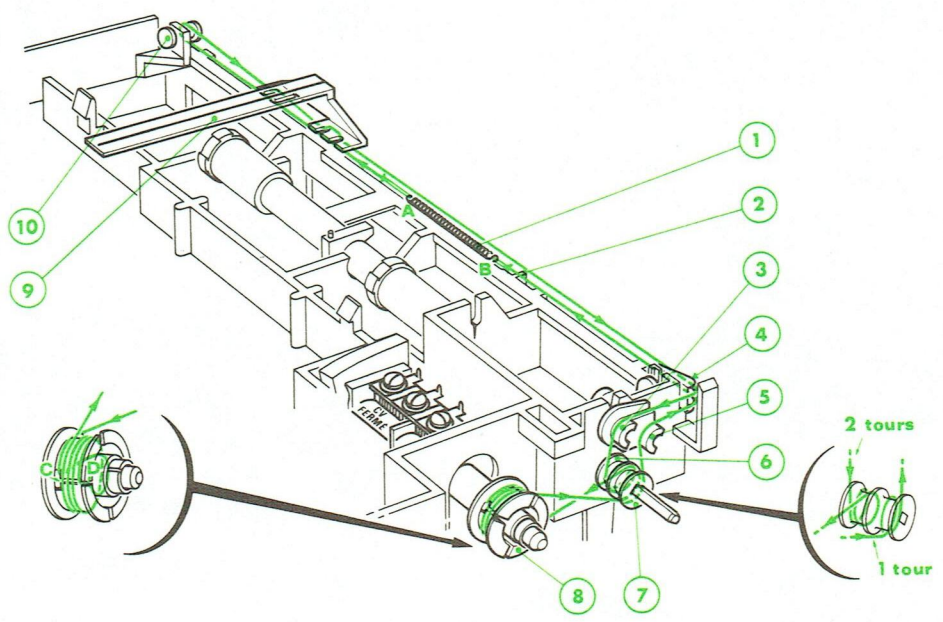

Fig. 2
- 2° - Tourner jusqu'en butée dans le sens inverse des aiguilles d'une montre le tambour (8). (Fig. 2)
- 4° - Attacher l'une de ses extrémités au point (A) du ressort (1).
- 5° - Accrocher l'autre extrémité (B) du ressort (1) à l'ergot plastique (2) situé sur le châssis.
- 6° - Passer le cordonnet par le guide (10) et les renvois (4) et (3).
- 7° - Faire deux tours dans le sens inverse des aiguilles d'une montre autour de la poulie (6).
- 8° - Passer le cordonnet dans l'encoche (C) du tambour (8) et le faire ressortir par l'encoche (D).
- 9° - Faire quatre tours dans le sens des aiguilles d'une montre autour du tambour (8).
- 10° - Faire ensuite un tour et demi dans le sens inverse des aiguilles d'une montre autour de la poulie (7).
- 11° - Passer le cordonnet par les renvois (5) et (4).